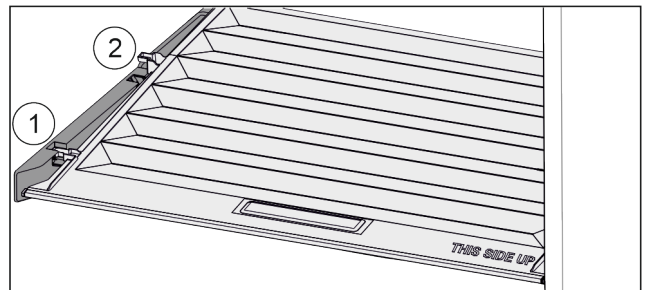

Fig. 126
- Vedä kantta kiinnikkeissä olevaan aukkoon saakka eteenpäin Fig. 126 (1).
- Nosta sitä takaosasta ja ota se pois yläkautta Fig. 126 (2).